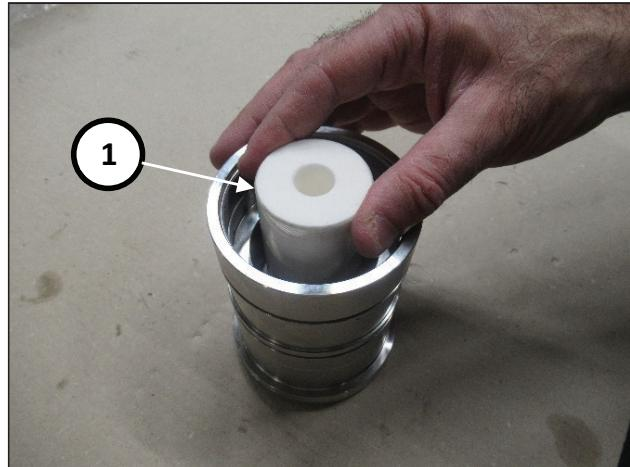

Fig. 175
Posizionare la camicia in verticale in appoggio su un piano ed inserire il pistone (pos.. ①, Fig. 175) facendo attenzione al corretto orientamento (foro grande verso l'alto)